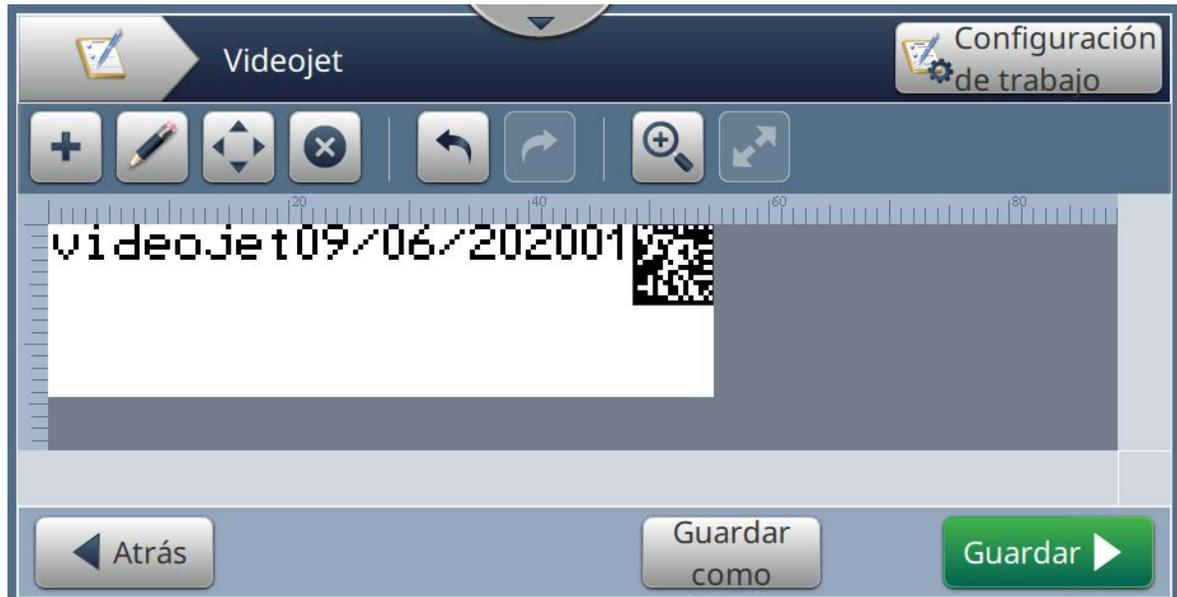

Figura 6-13: Pantalla Editor de trabajos
10. Pulse el botón  para guardar los cambios. Se abrirá la pantalla Editor de trabajos, como se muestra en la Figura 6-13.